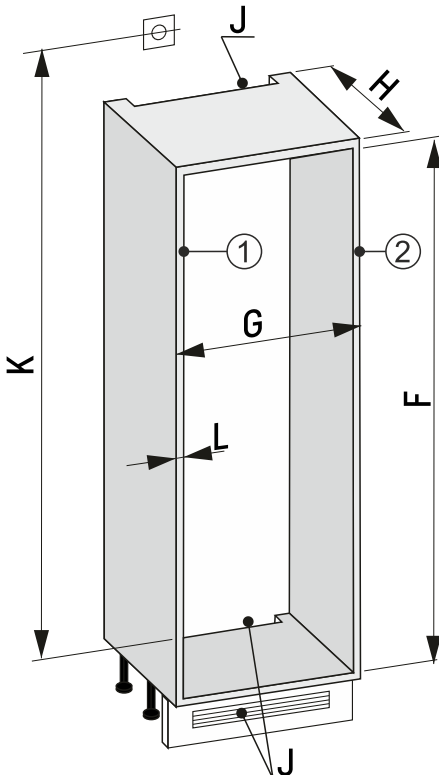

Fig. 86 Nicchia da 30"
- Misurare lo spessore della parete del mobile Fig. 86 (L).